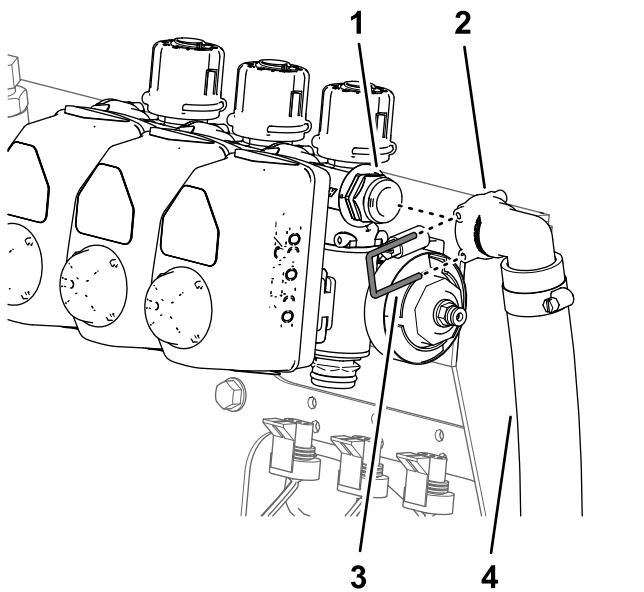

图 61
- 对于不带可选手喷枪杆套件或可选电动软管卷套件的机器卸下将旁通软管的快速断开接头固定至右喷洒段旁通阀快速断开接头的小卡环图 61。